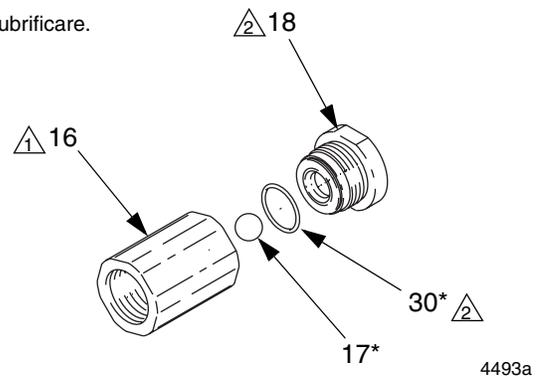

FIG. 3
10. Vedere la FIG. 3. Installare la guarnizione (30\*) sulla valvola di ingresso (18). Lubrificare la guarnizione e le filettature della valvola di aspirazione. Posizionare la sfera (17\*) nel blocco d'immissione (16) e poi avvitare a mano la valvola (18) nel blocco d'immissione. Le filettature scorreranno facilmente fin quando la guarnizione (30\*) non entra in contatto con la superficie di tenuta del corpo di immissione.